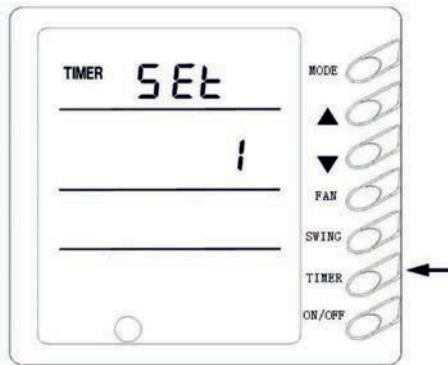
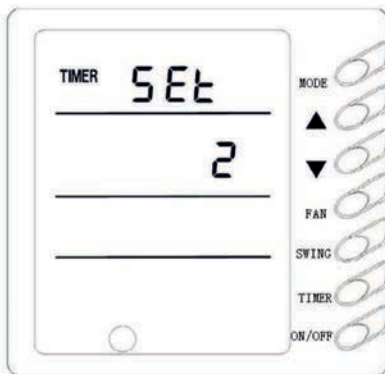
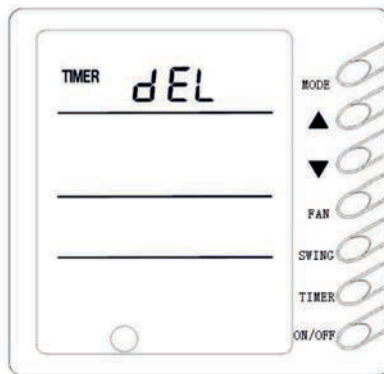

Рис.6.7
Рис.6.8
Рис.6.9
См. Рис.6.7, Рис.6.8, Рис.6.9:
Перейти в меню настроек Таймера можно путем нажатия кнопки TIMER как во включенном (ON), так и в выключенном статусе (OFF) блоке. Нажатием кнопок ▲ и ▼ отрегулируйте время (См.Рис.6.7), установите необходимое значение времени (См.Рис.6.8) или удалите параметры времени (См.Рис.6.9). Повторным нажатием кнопки TIMER сохраните установленные параметры времени.